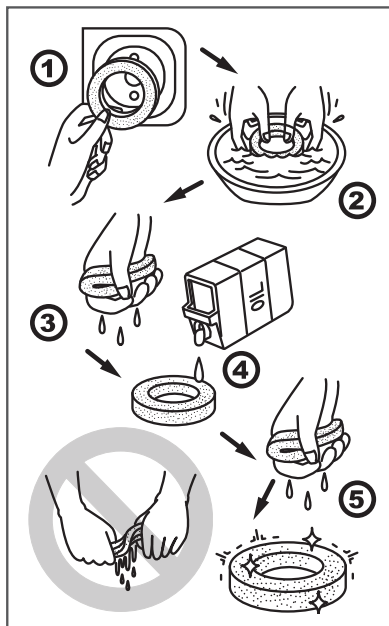

Рис. 12 Обслуживание фильтрующего элемента
4. При незначительном загрязнении промойте поролоновый фильтрующий элемент теплым мыльным раствором и просушите. Смочите специальным или чистым моторным маслом, после чего отожмите излишки масла (Рис. 12).